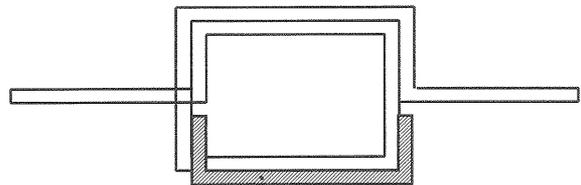

図2
(2) 図2のように、回転子の銅線が1本になっている部分に短く銅線を切ったものをセロハンテープで固定する。